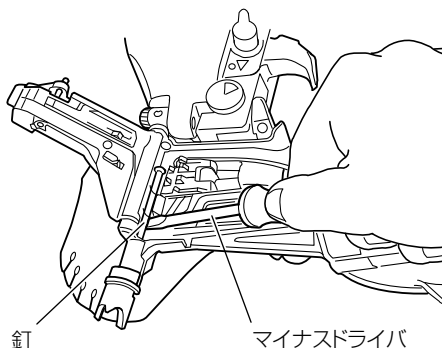

図 30
- 内部につまった釘をマイナスドライバなどで取除きます。(図 30)